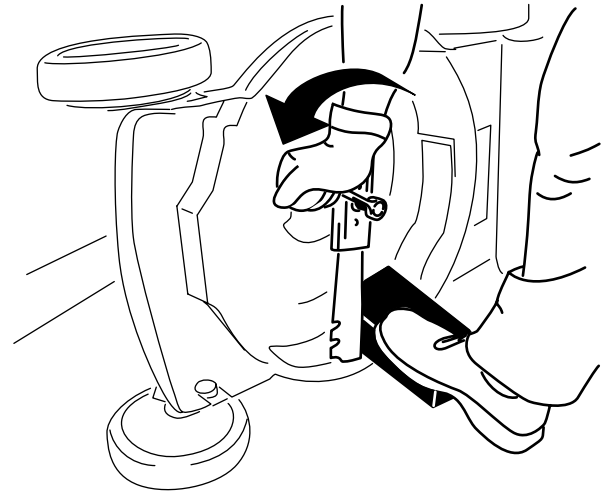

Figura 16
2. Utilice un bloque de madera para inmovilizar la cuchilla (Figura 16).
3. Retire el perno de la cuchilla y la cuchilla; guarde el perno de la cuchilla (Figura 16).